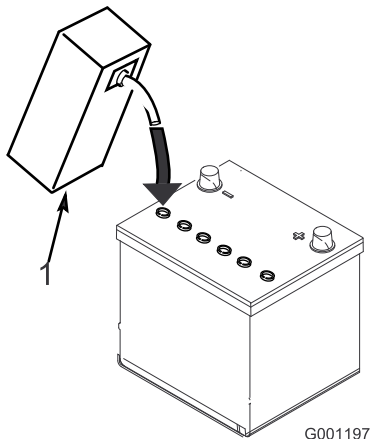

Figura 5
3. Riempite con cautela ciascun elemento di elettrolito finché le piastre non sono coperte con circa 6 mm di fluido (Figura 5).
4. Attendete circa 20 o 30 minuti perché le piastre assorbano l'elettrolito. All'occorrenza rabboccate finché l'elettrolito non è a 6 mm circa dalla base della tazza di riempimento (Figura 5).